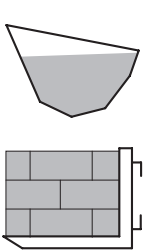

Fig. 1
- Ingeval van bulkkladingen mag het maximale laadniveau van het werktuig de laagste wand niet overschrijden en ingeval van stukkladingen mag het de hoogte van de achterwand niet overschrijden (zie Afb. 1).